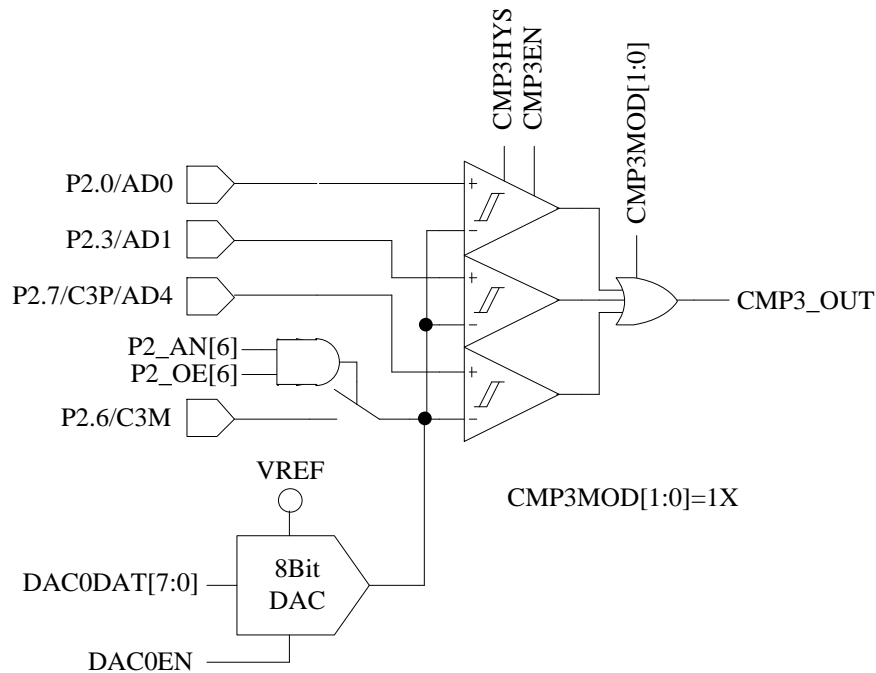

图 30-4 三比较器输入模式
- 配置 CMP\_CR1[CMP3MOD] = 1X，CMP3 为三比较器输入模式，具体输入输出端口接法如图 30-4 所示